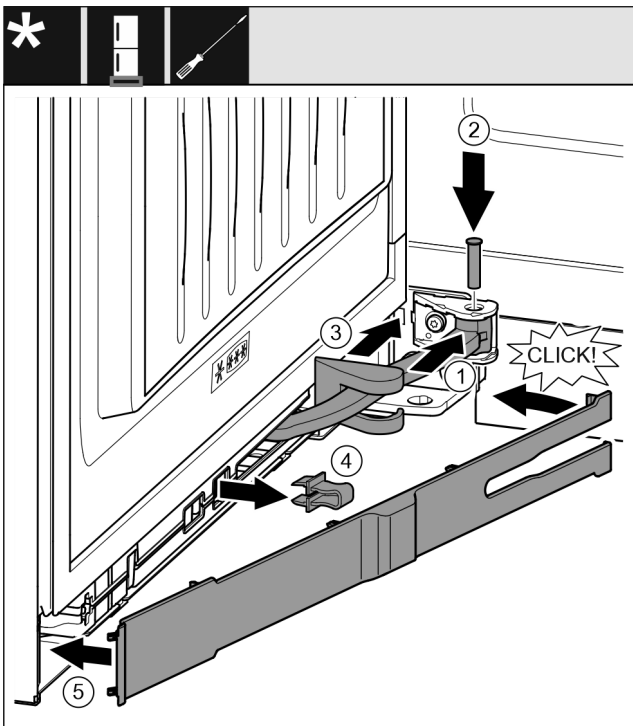

Fig. 47
- ▶ Pöörake liigend rippkinnitusele. Fig. 47 (1)
- ▶ Pange polt kruvikeerajaga T15 rippkinnituse ja liigendi sisse. Pöörake seejuures tähelepanu sellele, et fiksaatornukk asub korrektselt soones. Fig. 47 (2)
- ▶ Lükake laagripuki katet piki liigendit ja monteerige rippkinnituse kohale. Fig. 47 (3)
- ▶ Võtke kaitse ära. Fig. 47 (4)
- ▶ Pange ilukate käepidemeküljel kohale ja keerake sisse. Fig. 47 (5)